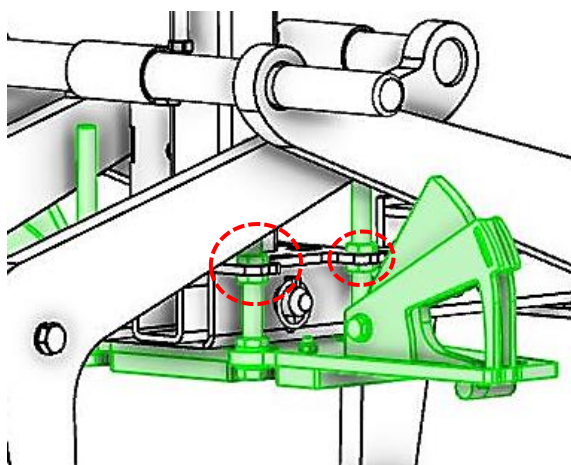
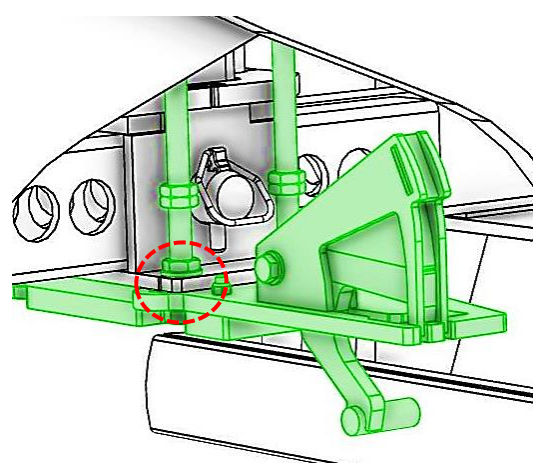

Fig. 4
Fig. 5
- Selon le type d'appareil, les écrous supérieurs des vis doivent être retirés afin de monter le SAFETY-INDICATOR en conséquence (Fig. 4/ Fig. 5)